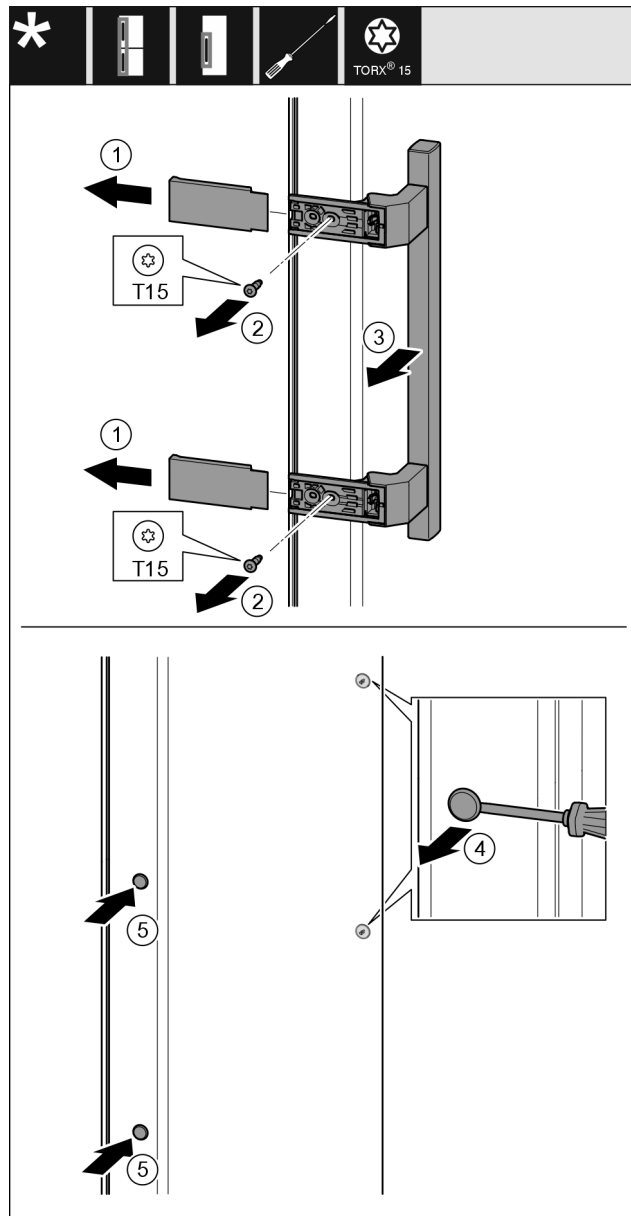

Fig. 19
- ▶ 拆下盖板 Fig. 19 (1)。
- ▶ 用螺丝刀将螺钉 Fig. 19 (2)旋开。
- ▶ 取下把手 Fig. 19 (3)。
- ▶ 用带槽螺丝刀小心地提起侧边的堵头 Fig. 19 (4)并将其拉出。
- ▶ 将堵头 Fig. 19 (5)重新放入另一个侧。